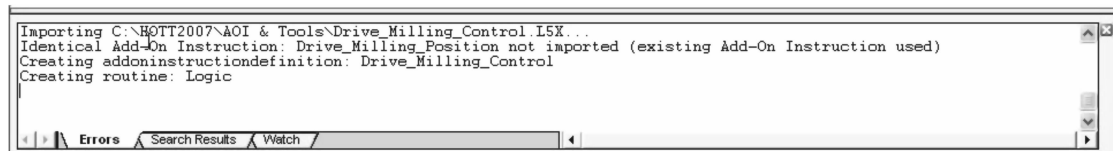

图 21-11 错误信息
8. 在“导入配置”(Import Configuration)对话框中单击“确定”(OK)完成此操作。将在错误窗口中看到,如图 21-11 所示信息。